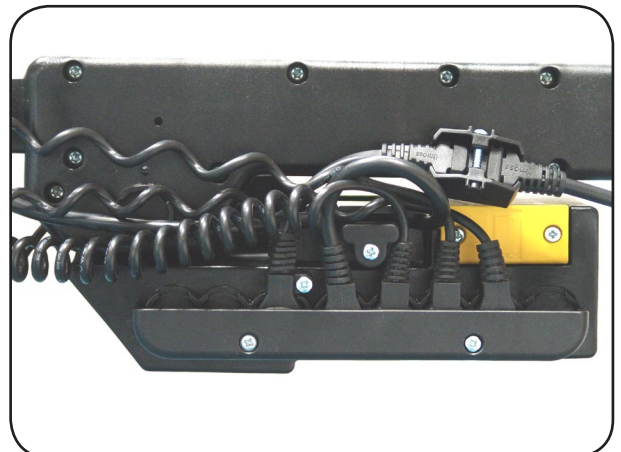

Abbildung 20
14. Befestigen Sie die Steckerabdeckleiste an der Steuerung (Abbildung 20).